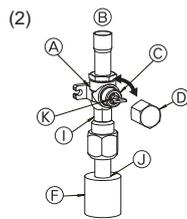

Fig. 4-7
- ① Retire a tampa e rode a válvula para a esquerda o máximo que puder com uma chave sextavada de 4 mm. Pare de rodar quando esta alcançar o batente. (Aproximadamente 10 rotações)
- ② Certifique-se de que a válvula de paragem esteja completamente aberta e gire a cápsula de volta à sua posição original.
- (2) Lado do gás da válvula de retenção (Fig. 4-7)
- ① Retire a tampa, puxe a haste na sua direcção e rode 1/4 de volta para a esquerda para abrir.
- ② Verifique se a válvula de retenção está totalmente aberta, empurre a haste e rode a tampa para a posição de origem.